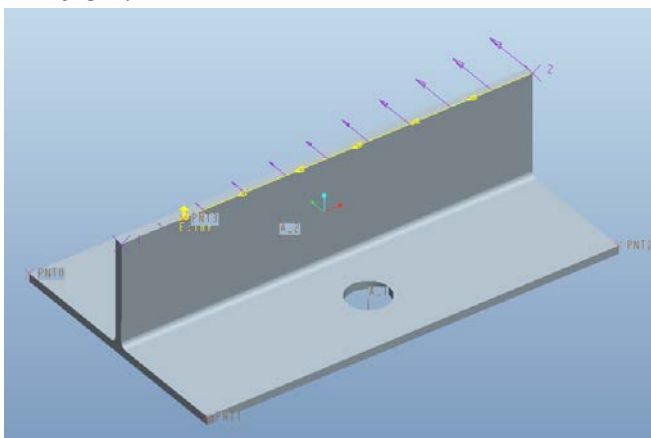

Рис. 16. Задание переменных нагрузок
- нажмите «Предварительный просмотр» для просмотра распределения нагрузки, как показано на рис. 16.